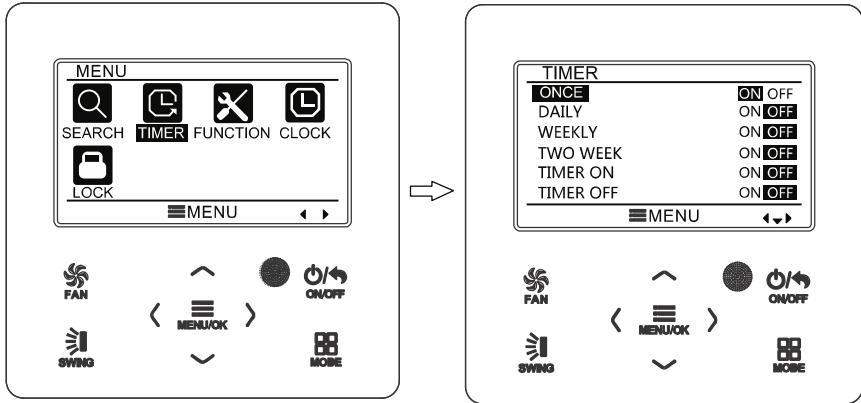

Abb. 11: Timer ein-/ausschalten
Mit der Kabel-Fernbedienung können 6 Timertypen eingestellt werden: Einmal-Timer (ONCE), Tages-Timer (DAILY), Wochen-Timer (WEEKLY), Zwei-Wochen-Timer (TWO WEEK), Countdown-EIN-Timer (TIMER ON) und Countdown-AUS-Timer (TIMER OFF). Wählen Sie nach dem Einstieg in die Menü-Seite das Timer-Symbol (TIMER) aus. Drücken Sie die MENU-Taste, um auf die Timer-Einstellseite zu wechseln. Wählen Sie einen Timertyp durch Drücken der Tasten ▲ oder ▼ aus. Schalten Sie den ausgewählten Timer durch Drücken der Tasten ◀ oder ▶ ein (ON) oder aus (OFF). Siehe Abb. 11.